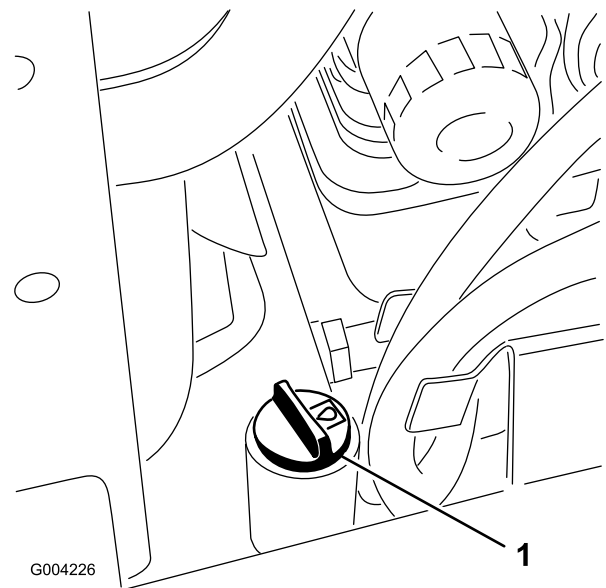

Figura 18
5. Limpie la zona alrededor del cuello de llenado del depósito de aceite hidráulico (Figura 18).